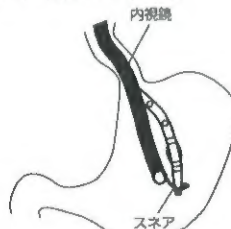

図18
2. 内視鏡を胃内に挿入し、本品の先端を確認したら、内視鏡の鉗子孔より挿入したスネアで本品の先端部をつかむ(図18)。(予め本品の先端部に糸糸でループを作っておき、ループをつかむようにする方法もある。)